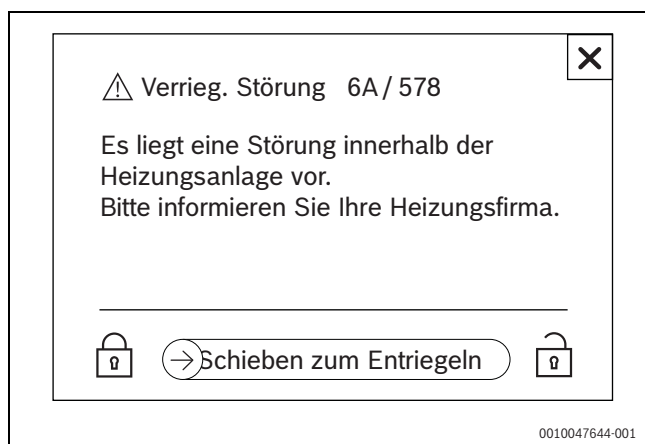

Bild 66 Verriegelnde Störung (Beispiel)
- Entriegelung erfolgt über → Schieben zum Entriegeln (→ Bild 66).